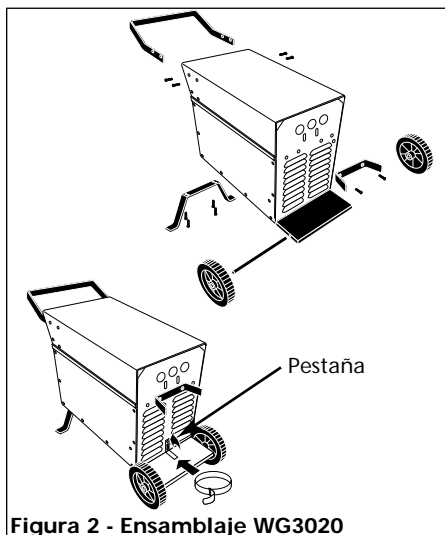

Figura 2 - Ensamblaje WG3020
1. Alinee los orificios del mango con el lado interno de la tapa superior (como se muestra en la Figura 2)